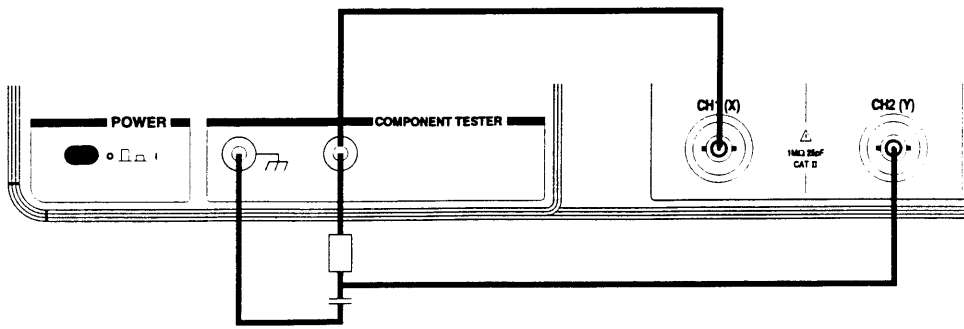

figure 11
- . mode de déclenchement (17) : AUTO
- Régler la commande LEVEL (14)
- . le coefficient de balayage (18) : 2 ms/div
- Raccorder le montage déphaseur RC ($R = 14.7 \text{ k}\Omega$ et $C = 0.22 \text{ }\mu\text{F}$) selon la figure 11, en utilisant des sondes de mesure 1/1.
- Raccorder le montage déphaseur RC suivant la figure 11.